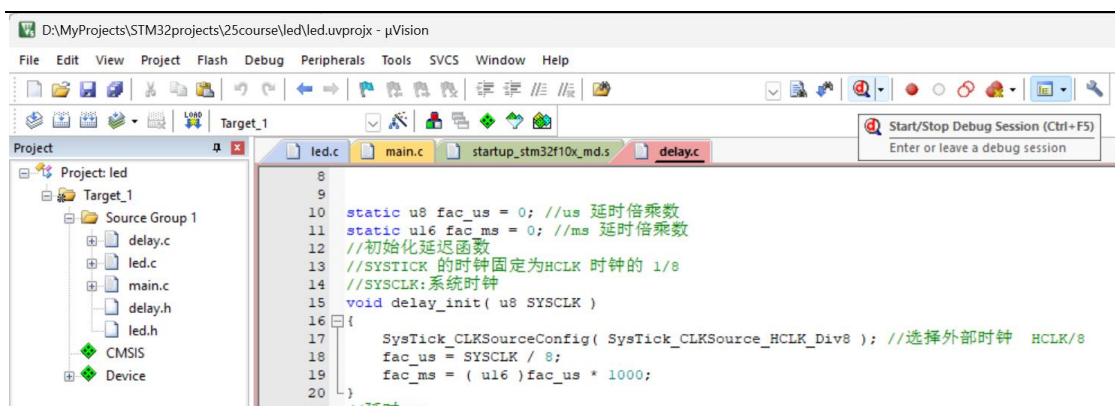

图 1-23 运行程序
- 8) （可选）下载完后可以点击 Debug 让程序进入调试模式，如图 1-23 所示；